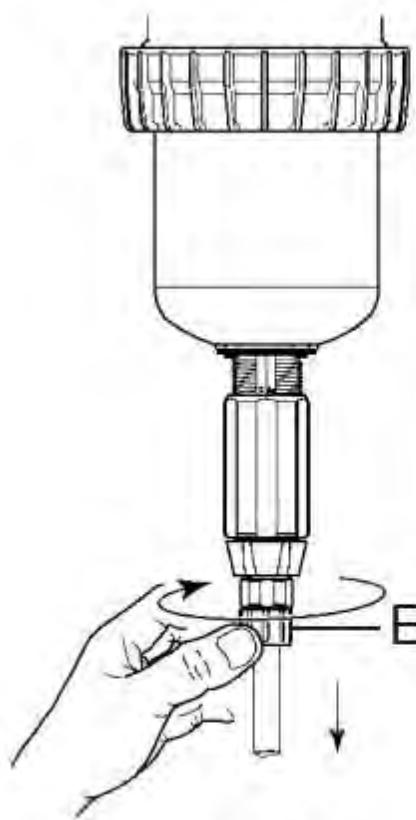
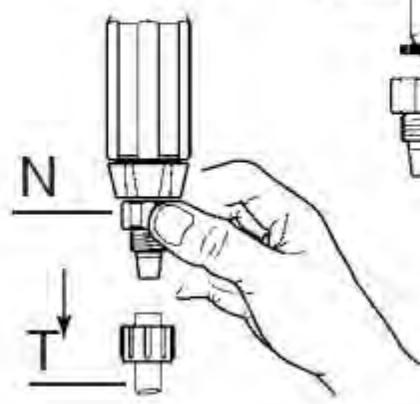

Fig. 16
Fig. 17
- ナット(図16-E)を緩め、下に引いて吸引ホース(図17-T)を取り外します。
- ナットを緩めて取り外します(図17-N)。
- サクションバルブアセンブリを取り外すには、下方向に引きます(図17)。